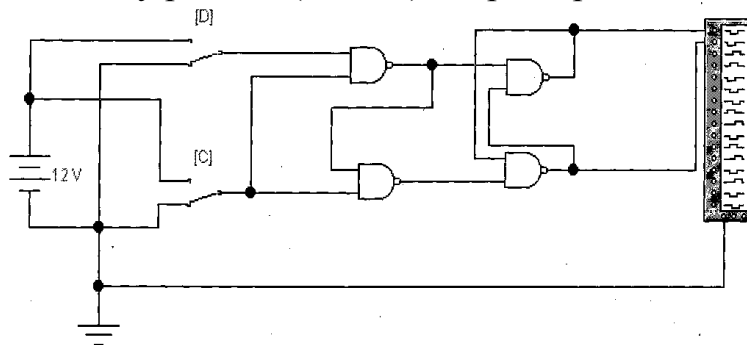

Рис. 1.2. Структурная схема D-триггера.
- Построить структурную схему D-триггера, приведенного на рис.1.2